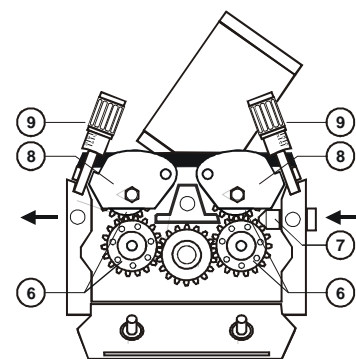

Fig.13
- Abrir las palancas de presión de hilo (8-Fig 13)
- Fazer avançar manualmente o fio alguns centímetros através da guia de entrada de fio, (4-Fig 13), dos roletes (6-Fig. 13) e da pistola (Fig. 11 e 12). Se necessário, arredondar com uma lima a extremidade do fio para evitar danificar bicha da pistola.
- Fechar as alavancas de pressão de fio (8-Fig. 13) e regular a pressão sobre o fio apertando cuidadosamente os parafusos de pressão (9-Fig. 13) :